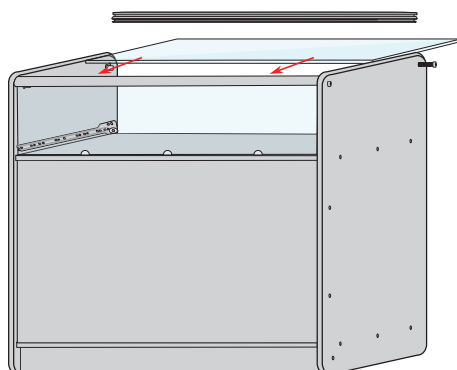

rys. 4
4. W podpórkach szkła i osadzić szklany front (rys. 4).